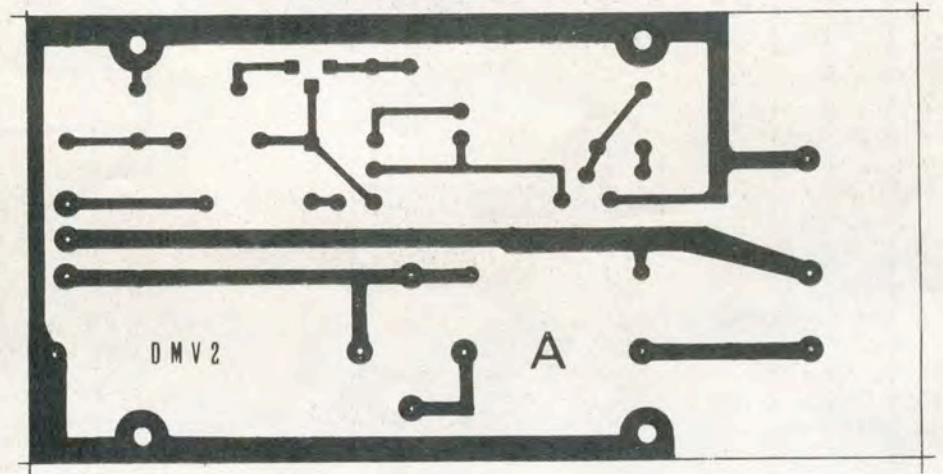
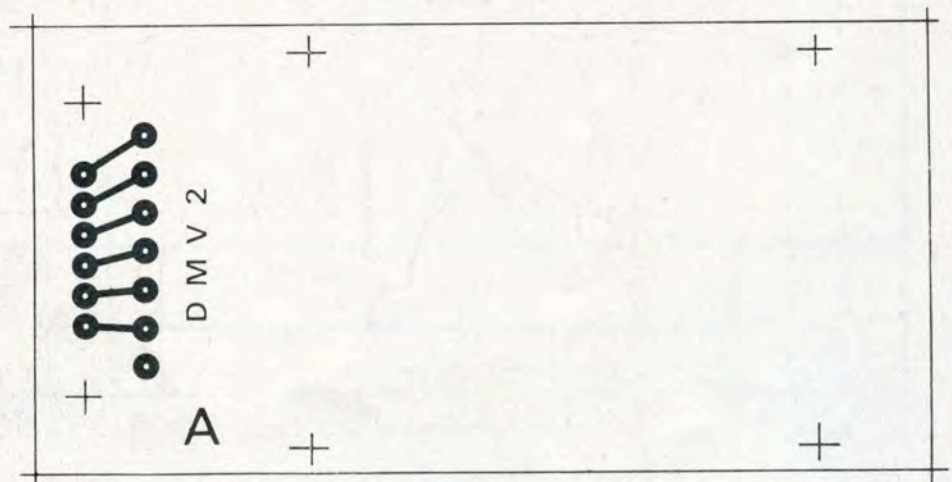

Fig. 31. - CI - A - verso.
Fig. 32. - CI - A - recto.
a) **Le Cl.A :** C'est celui de l'alimentation. Il doit être réalisé en double face, à cause de la disposition particulière des deux connecteurs. Le dessin du recto, côté des composants est donné en figure 32, tandis que le verso est en figure 31. Attention de respecter la largeur de 59 mm avec précision.